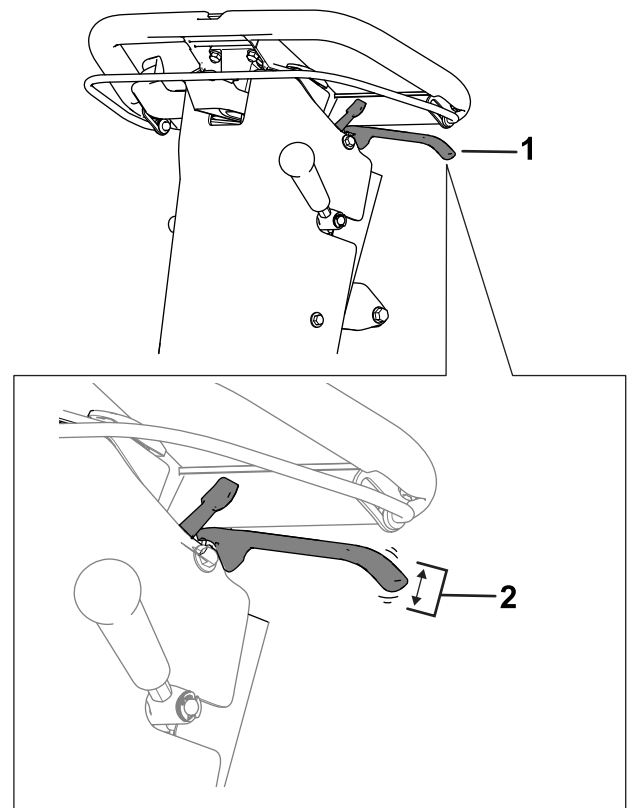

Figura 29
2. Mida la holgura al final de la palanca del freno de estacionamiento (Figura 29)